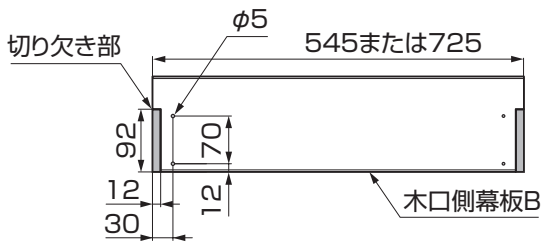

図12-8
④ 幕板Bを545mm、または725mm幅で切断してください。
⑤ 木口側幕板Bの両端に切り欠き加工をして、4ヶ所、φ5の下孔をあけてください。(図12-8参照)
⑥ 木口側幕板Bの両端にくり貫き部幕板固定金具を【29-1】、【29-2】、【29-3】、【29-4】で固定してください。
⑦ 木口側幕板Bを正面幕板B取付材(床板固定用)に、【29-5】で取付けてください。